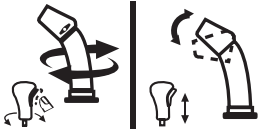

Figure 68
- Pour changer la direction d'éjection de la neige, pressez la gâchette sur la manette et faites pivoter la manette vers la droite ou vers la gauche. Voir Figure 68.